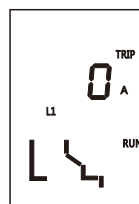

图61 按“Test”键进行模拟瞬时脱扣状态
7.6.6.5.4 脱扣状态：除上述可以设置及查询的状态以外，对控制器出现故障脱扣状态举例说明如图61、图62